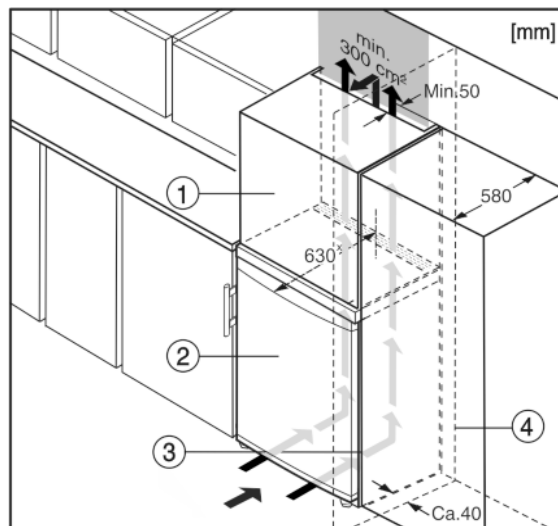

Fig. 10
Uređaj se može adaptirati za ugradnju u kuhinjske ormare. Kako biste uređaj Fig. 10 (2) prilagodili visini kuhinjskog namještaja, iznad uređaja možete postaviti viseći ormar Fig. 10 (1).
Kod adaptacije s kuhinjskim ormarima (dubina maks. 580 mm) uređaj se može postaviti izravno uz kuhinjski ormar Fig. 10 (3). Uređaj stoji bočno 34 mm \* i u sredini uređaja 50 mm \* nasuprot pročelju kuhinjskog ormara.\*
Kada se uređaj postavlja s okovima pored zida Fig. 10 (4), razmak između uređaja i zida mora iznositi najmanje 40 mm. To odgovara stajanju ručice kod otvorenih vrata.\*